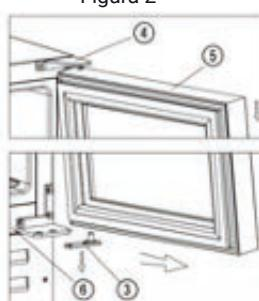

Figura 2
- Puxe a porta ③ para fora lentamente [sigue a direção da seta na Figura 2] para extraír da dobradiça inferior ② e continue a puxar a porta ③ para baixo lentamente até extraír da dobradiça superior direita ④, e remova a placa da dobradiça inferior ⑤ do orifício do eixo da porta [Figura 2].